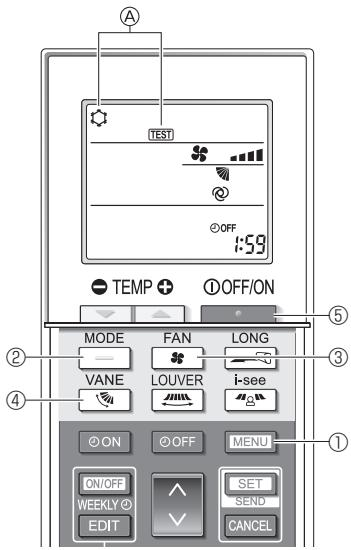

Fig. 8-5
2. Pulse el botón **MENU** ① durante 5 segundos. (Fig. 8-5)
3. Pulse el botón **MENU** ①.
En pantalla se visualiza ④ [TEST] (PRUEBA) y el modo actual de funcionamiento. (Fig. 8-5)
4. Pulse el botón **—** ② para activar el modo de refrigeración, y compruebe si sale aire frío de la unidad.
5. Pulse el botón **—** ② para activar el modo de calefacción, y compruebe si sale aire caliente de la unidad.
6. Pulse el botón **—** ③ y compruebe si cambia la velocidad del ventilador.
7. Pulse el botón **—** ④ y compruebe que el sistema automático de desviación del aire funciona correctamente.
8. Pulse el botón **—** ⑤ para detener la prueba de funcionamiento.